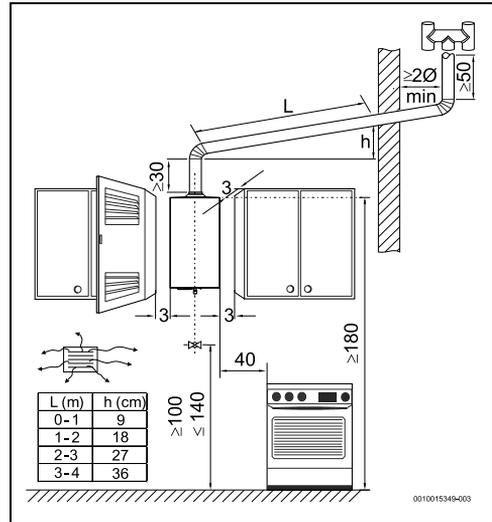

Fig. 11 Distancias mínimas (cm)1)
- ▶ Respetar las separaciones mínimas indicadas en la Fig. 11.